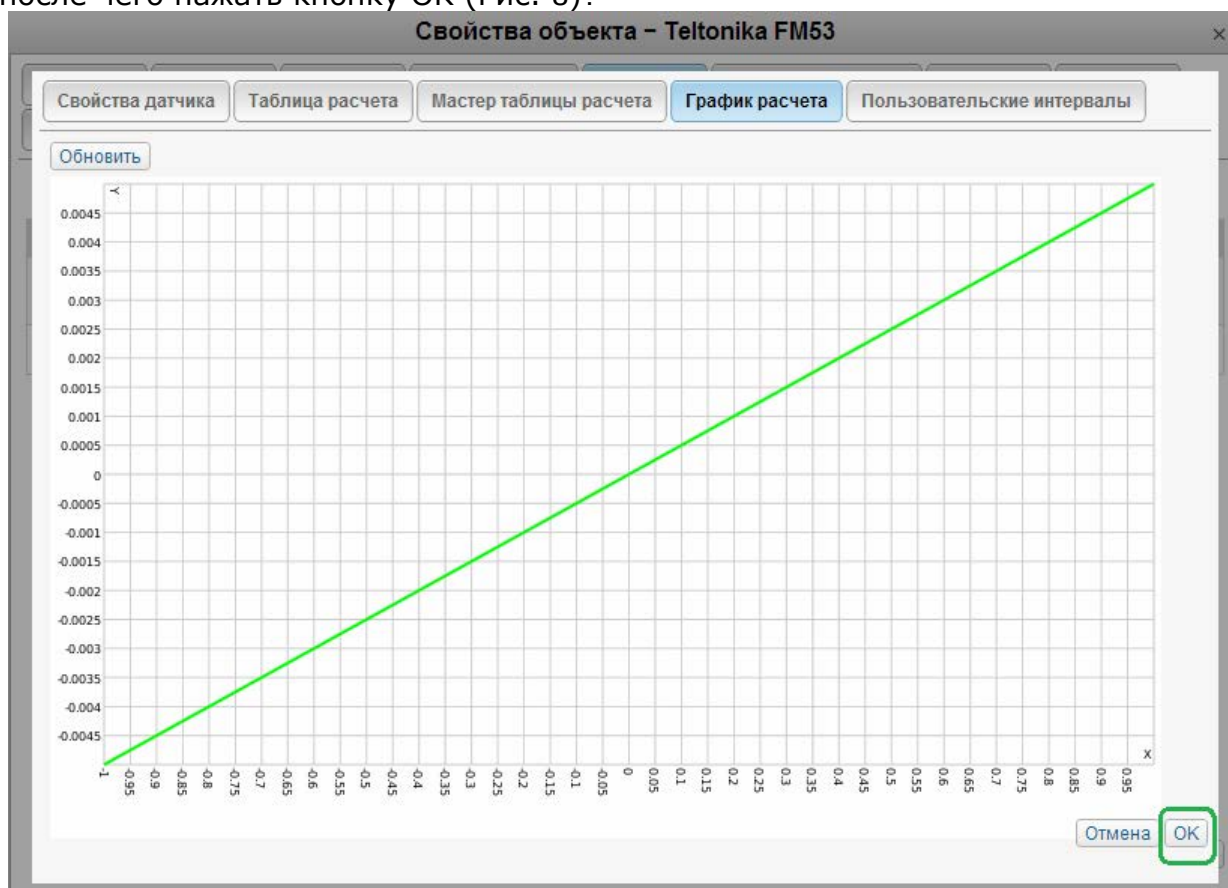

Рисунок 8
3.2.4. Перейти на вкладку График расчета и убедиться в его линейности, после чего нажать кнопку ОК (Рис. 8):